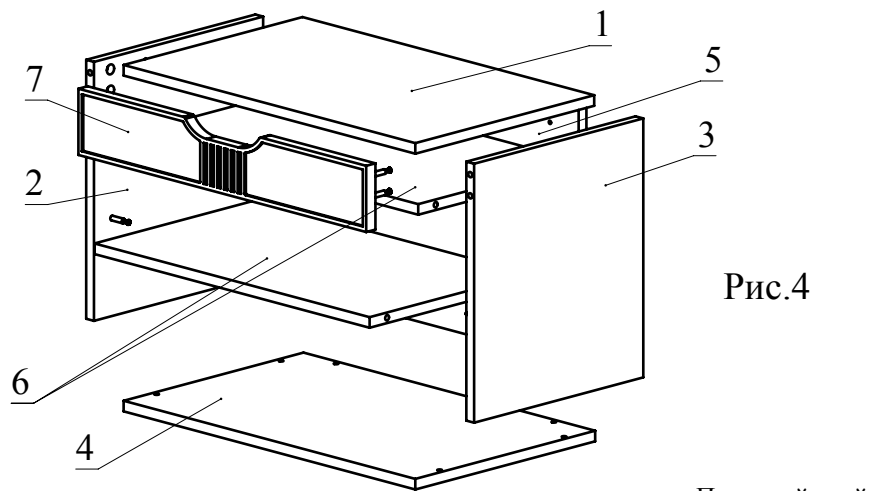

Рис.4
4. Соберите сборку согласно схеме, затягивая головки минификсов конфирматным ключом по часовой стрелке до упора. Соедините деталь 4 с деталями 2, 3, 5 при помощи конфирматов (Рис. 4).